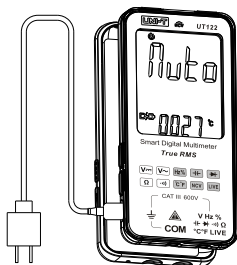

Figura 4
XI. Cuidado y mantenimiento (Ver Figura 4)
3. Carga de batería de litio (Ver Figura 4)